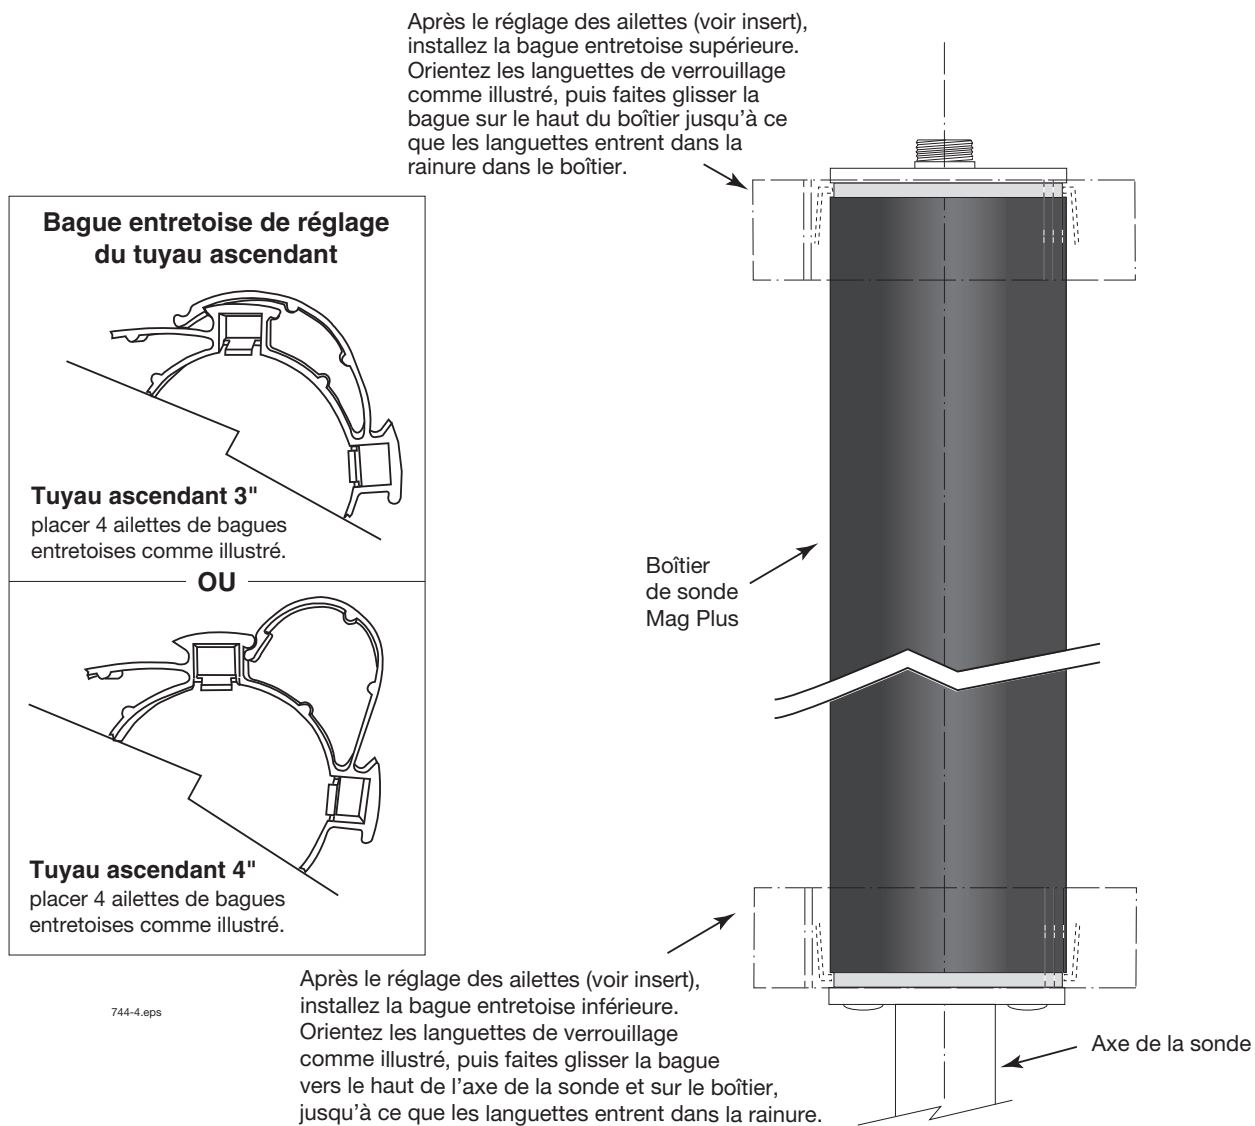

Figure 10. Installation des bagues entretoises pour boîtier de sonde Mag Plus
2. Installez les ailettes des entretoises de manière adaptée à un tuyau ascendant de 3 ou 4 pouces (voir Figure 10). Installez les deux bagues entretoises sur le boîtier de sonde Mag Plus comme illustré à la figure ci-dessous. Remarque : vous devez faire glisser l'entretoise inférieure vers le haut sur l'axe de la sonde Mag Plus et sur l'extrémité inférieure du boîtier.